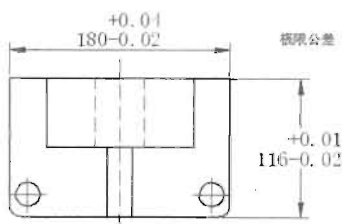

图 10-23
- 极限偏差：公差上、下偏差值不同，分别位于加、减号后面，如图 10-23 所示。如果选择了“极限偏差”公差，则“上偏差”和“下偏差”文本框同时被激活。